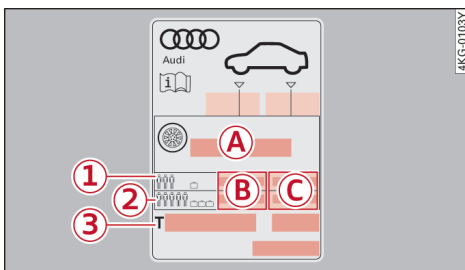

图 173 驾驶员侧 B 立柱：轮胎压力标贴
出厂时安装的轮胎以及备用车轮\*的正确胎压标出在一张标贴上。标贴⇒ 图 173 位于 B 柱上（驾驶员侧）。
- ▶ 根据标贴⇒ 图 173 上读取正确的轮胎充气压力。
在车上每次更改轮胎气压（从部分装载改为满载或从满载改为部分装载）或更换车轮后，必须重新存储胎压⇒ 第 204 页。轮胎充气压力显示系统只监控您存储的轮胎充气压力。关于车辆轮胎充气压力建议，请参见轮胎充气压力标贴⇒ 201 页，图 173。